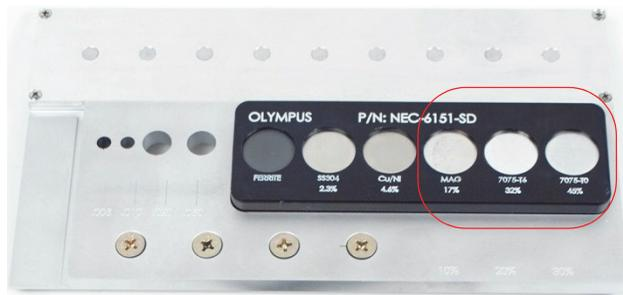

図 5-77 導電率評価に使用される標準試験片部分
6. 45% の導電率試料にプローブを配置し (186 ページの図 5-77 を参照)、A リフト